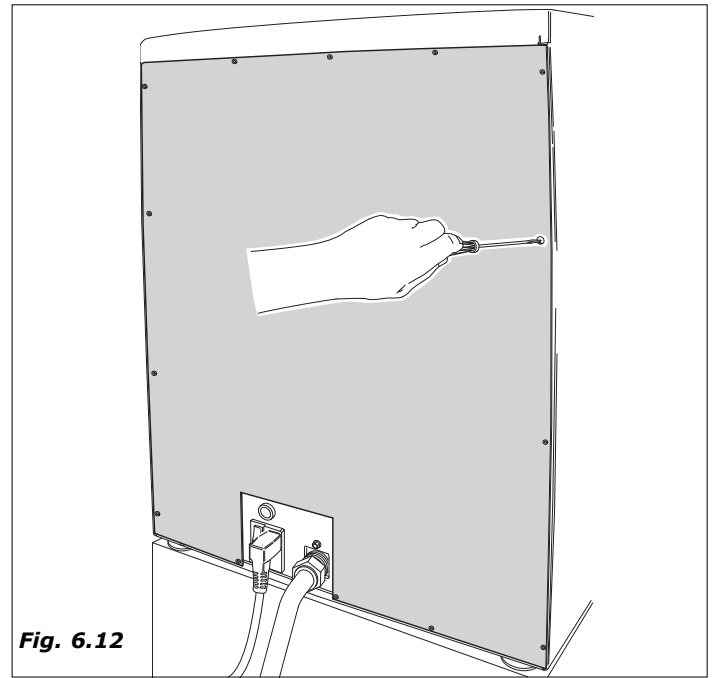

Fig. 6.12
- enlever la protection postérieure pour avoir accès à la chaudière (Fig. 6.12).